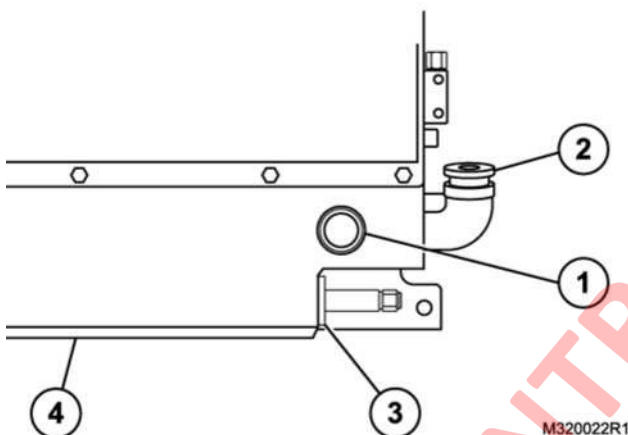

FIGURA 32-11. DEPÓSITO DE ALIMENTACIÓN
Asegúrese de que se respeten todas las normas de seguridad antes de intentar controlar el nivel de aceite en el depósito de aceite (4, figura 32-11). Además, asegúrese de que la escalera está en la posición completamente bajada.
1. Retire la tapa del orificio de llenado (2, figura 32-11).
1. Retire el tapón del puerto de llenado (2, figura 32-11).
2. Saque el calentador de aceite (3) del depósito (4) y deje que el aceite drene en un container aceptable. **NO DAÑE** el extremo del calentador de aceite.
4. Vuelva a instalar el calentador de aceite (3). No apriete demasiado.
5. Llene el depósito a través del orificio de llenado (2) con la cantidad correcta y el tipo de aceite hidráulico limpio y filtrado.
8. Vuelva a comprobar el nivel de aceite a través de la mirilla (1). Llegue al tope según sea necesario. No llene en exceso.